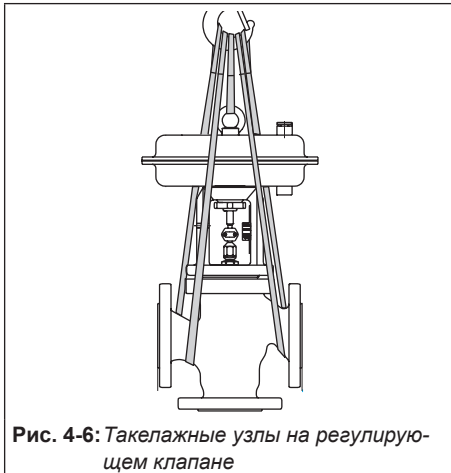

Рис. 4-6: Такелажные узлы на регулирующем клапане
- Используйте крюк с предохранительной защёлкой (см. Рис. 4-6) для фиксации строп от соскальзывания с крюка при подъёме и транспортировке.
дованию (например, крюку) крана или вилочного погрузчика (см. Рис. 4-6).